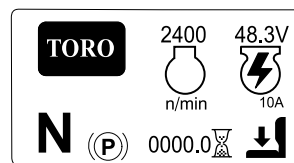

Рисунок 20
- **Главный информационный экран** (Рисунок 20): показывает текущую информацию о машине, когда ключ находится в положении Он (Вкл.)